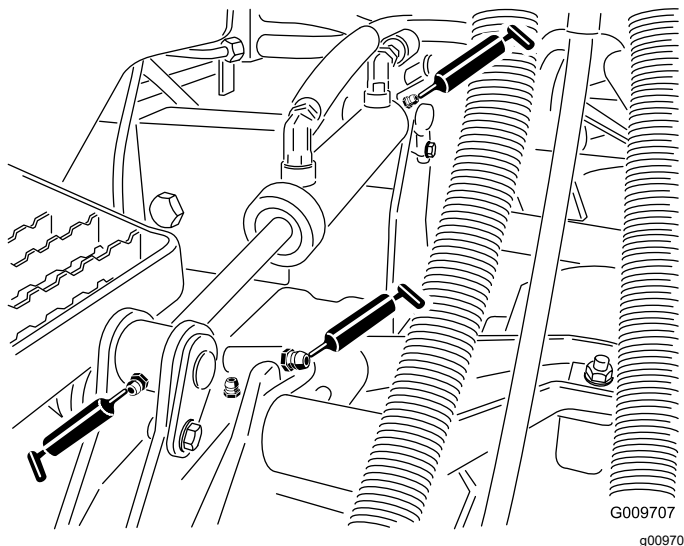

Figura 53
- Buce bra de ridicare (1 pentru fiecare unitate de tăiere), aa cum se arată în Figura 53
- Buce cilindru de ridicare (2 per unitate de tăiere), aa cum se arată în Figura 53